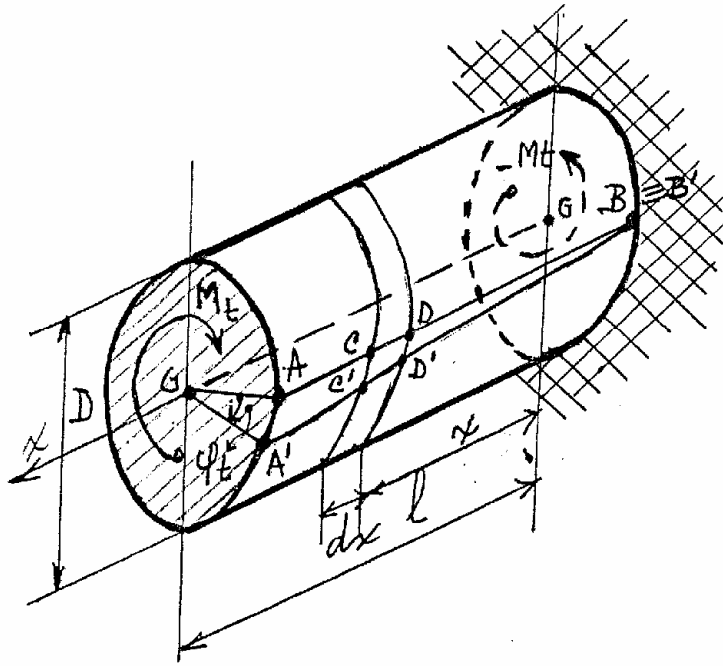

Fig. 67
Supongamos, entonces, el cuerpo cilíndrico de la Fig. 67 de diámetro D , empotrado en uno de sus extremos y sometido en el otro a la acción de un momento torsor M_t . Por reacción en el empotramiento se desarrollará un momento torsor reactivo ($-M_t$) y si hiciéramos el diagrama de momentos torsores tendríamos el de la figura 68.-
Si ahora consideramos un elemento de la superficie exterior de espesor dr y determinado por dos generatrices próximas separadas por un valor Δs y por dos círculos exteriores separados de un valor dx , teniendo en cuenta la Fig. 67 y Fig. 69b y Fig. 71 y la fórmula (41) vista en el tema XV - punto 2, al tratar el módulo de la elasticidad transversal, tenemos: